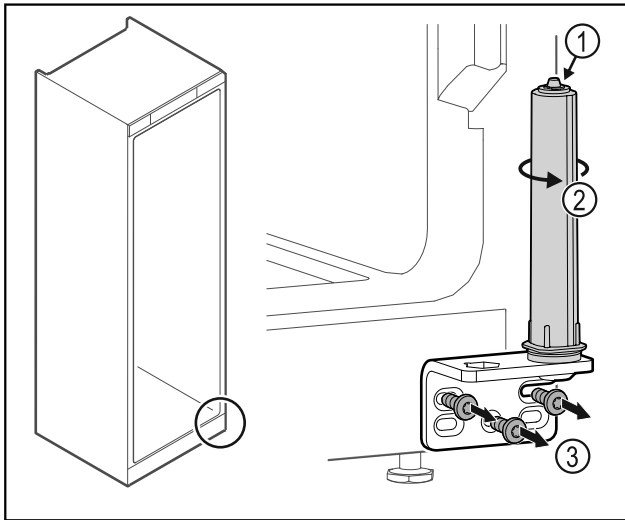

Fig. 38
- Deursluitsysteem niet uit elkaar halen Fig. 38 (1).
- ▶ Sluitsysteem Fig. 38 (2) draaien tot het klikt.
- ▶ Scharnierhoek Fig. 38 (3) losschroeven.